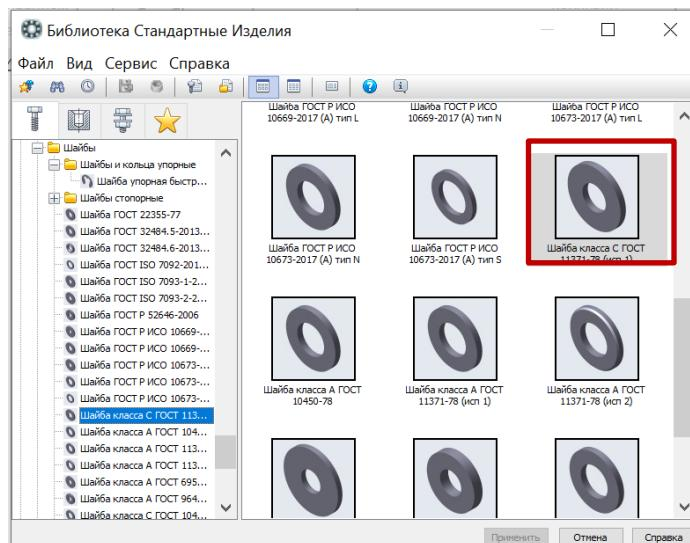

Рис. 41 Выбор Шайбы из Библиотеки стандартных изделий
- **Библиотека Стандартные Изделия – Крепежные изделия – Шайбы – Шайбы стопорные.** Выбрать шайбу по ГОСТ 11371–78 (исп 1) (рис. 41).